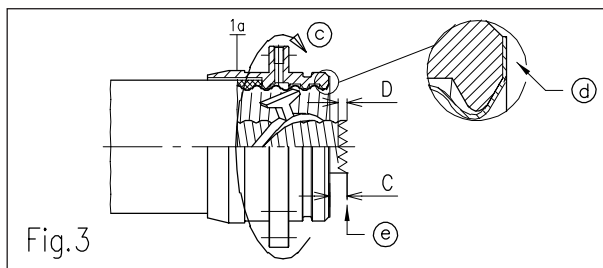

Fig.3
### Außenleiter bördeln, Fig. 3
- e) Kabelinnenleiter gem. Tabelle Seite 1 nach Maß C kürzen, planfeilen und entgraten. Überstehende Isolierwendel abschneiden. Das Ende vom Kabelinnenleiter zylindrisch formen und mit Dreikantfeile oder Seitenschneider gem. Tabelle Seite 1 nach Maß D einkerben (siehe Fig. 3). **Achtung:** Nach Abschluss der Absetzarbeiten sicherstellen, dass der Lappen entfernt wurde!
- f) Shorten cable inner conductor, plane it with a file and deburr it in accordance with dimension C in table page 1 (see fig. 3). Cut off protruding insulating helix. Shape the end cylindrically of cable inner conductor and cut notches with three-square file or edge cutters in accordance with dimension D in table page 1 (see fig. 3). **Caution:** Observe that the cloth has been removed after trimming!